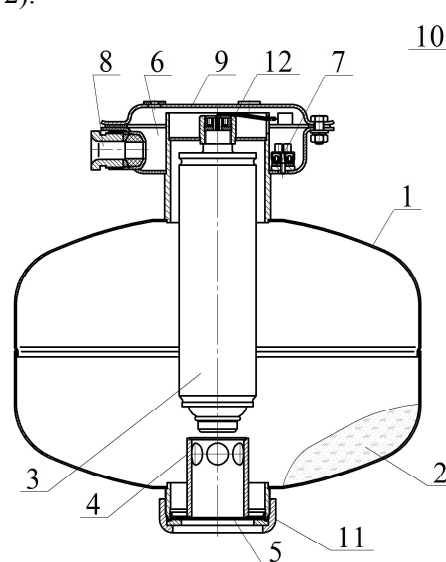
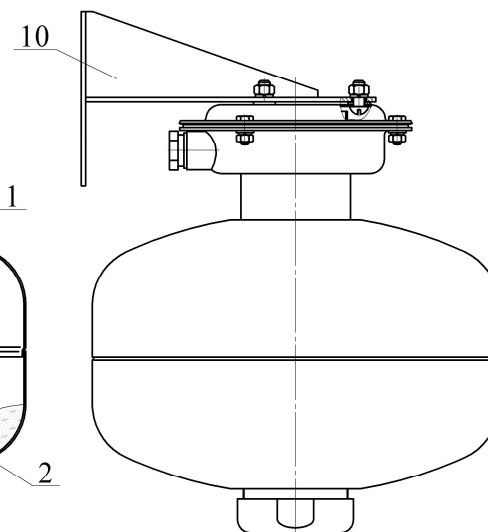

Рисунок 1
Рисунок 2
В верхней части МПП снабжён кронштейном **9** для крепления к потолочно-му перекрытию (рисунок 1) или кронштейном **10** для крепления к стене (рисунок 2).
7.3 Комплект поставки для перезарядки МПП (см. рисунок 1):
6.3 Закрепить кронштейн 9 (см. рисунок 1) на потолке или кронштейн 10 (см. рисунок 2) на стене. Координаты отверстий в кронштейне, предназначенном для крепления МПП на потолке, приведены на рисунке 4а), на стене – на рисунке 4б).